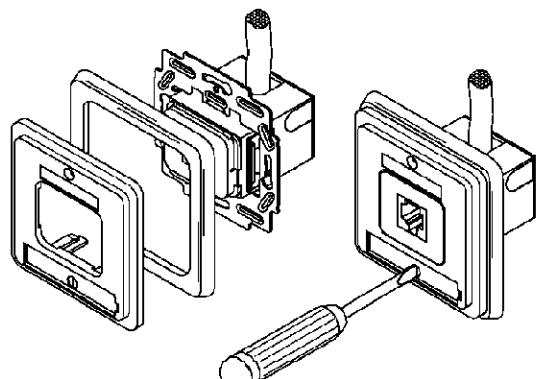

Abbildung 12 / Figure 12
19. Abdeckplatte und Abdeckrahmen montieren (siehe Abbildung 12).
19. Attach the plastic bezel and faceplate to the outlet (figure 12).